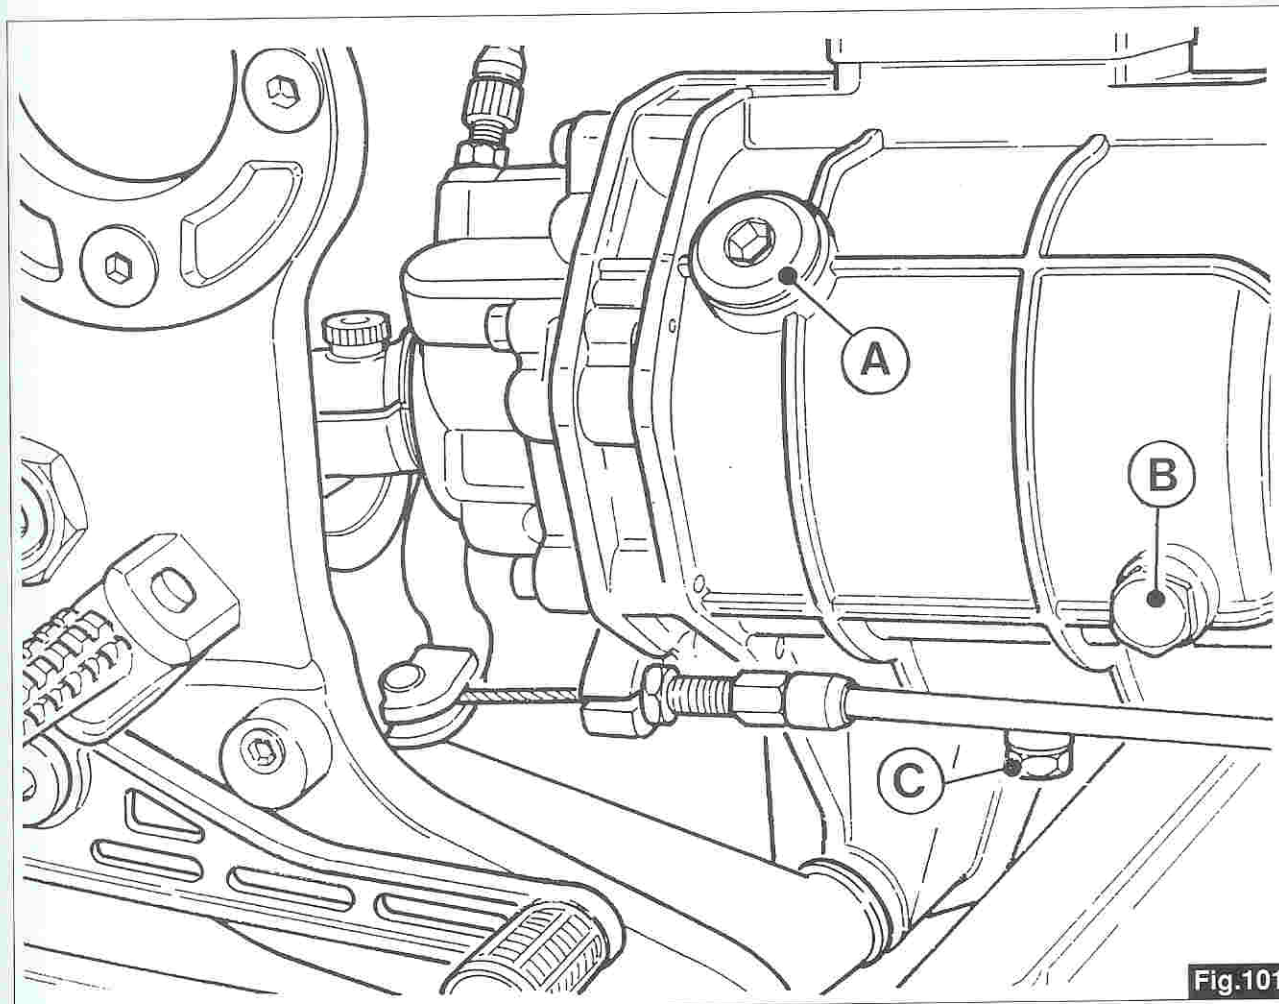

Fig.101
12.1 LUBRIFICAZIONE DEL CAMBIO (fig.101)
12.1 GEARBOX LUBRICATION (fig.101)